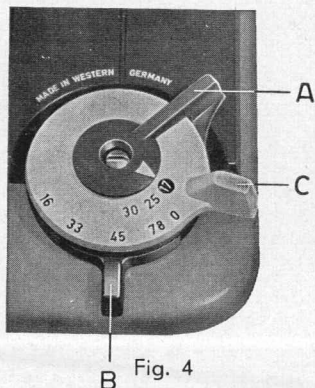

Fig. 4
- 2.13 Mettre le levier A du commutateur combiné en position "automatique" (17) (Fig. 4).
- 2.14 Sélectionner la vitesse au moyen du levier B (Fig. 4).
- 2.16 Mise en marche: attirer le levier C jusqu'au point de résistance, puis le relâcher (Fig. 4).
- 2.13 Colocar la palanca A de conmutador de combinación en la posición de automático (17) (Fig. 4).
- 2.14 Seleccionar con la palanca B el número de revoluciones deseado (Fig. 4).
- 2.16 El arranque se efectúa tirando de la palanca C hasta el tope hacia adelante, soltándola a continuación (Fig. 4).
- 2.13 Hebel A des Kombinationsschalters auf Automatik (17) stellen (Fig. 4).
- 2.14 Mit Hebel B Drehzahl wählen (Fig. 4).
- 2.16 Starten durch Ziehen des Hebels C bis zum Anschlag nach vorn und loslassen (Fig. 4).
- 2.13 Set lever A of combination switch on automatic (17) (Fig. 4).
- 2.14 Select rotative speed with lever B (Fig. 4).
- 2.16 Switching on unit by pulling lever C until stop forward and releasing it (Fig. 4).